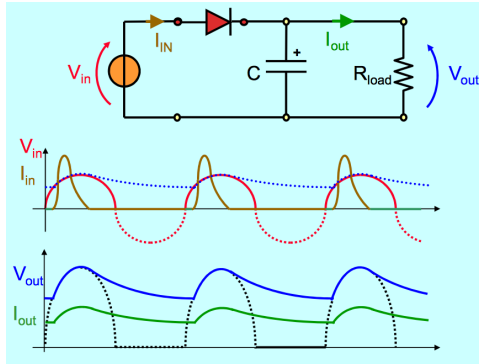
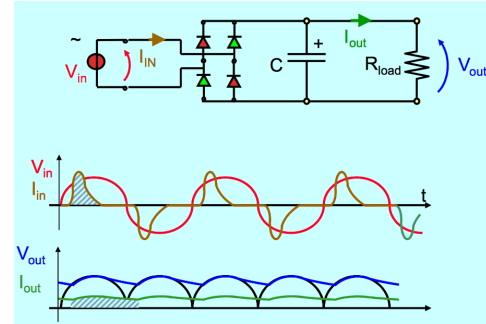

Figura 28: Raddrizzatore a semi-onda
Figura 29: Raddrizzatore a onda intera
**Raddrizzatori** Vi sono più tipologie di raddrizzatori a **singola semionda** (vedi figura 28) o ad **onda intera** (vedi figura 29).